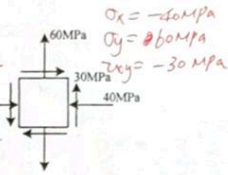

图 3
4、(本题 8 分) 如图 3 所示的单元体, 应力单位为 MPa。